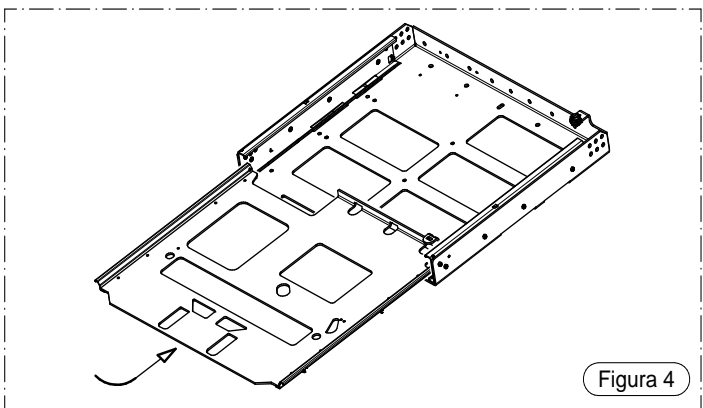

Figura 4
- 5) Procedere poi a riassemblare la base mobile precedentemente smontata come indicato nella Figura 4.